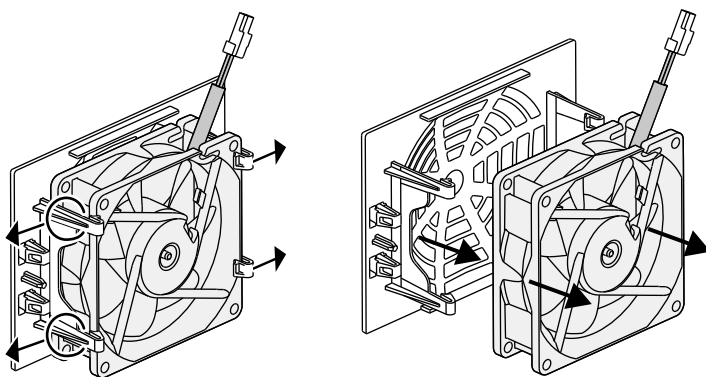

Fig. 72: Smontaggio della griglia della ventola
5. La ventola può anche essere separata dalla griglia. A tale scopo premere leggermente le fascette di fissaggio verso l'esterno e togliere la ventola.  **Fig. 72**